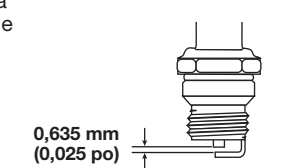

Fig. 48
4. Remplacez toute bougie fendillée, encrassée ou sale. Réglez l'écartement à 0,635 mm (0,025 po) à l'aide d'une jauge d'épaisseur (Fig. 48).